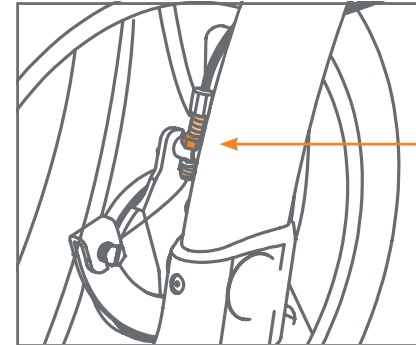

Figura 58: Ajuste del freno mediante el anillo de bloqueo (oscuro naranja) y el tornillo de ajuste.
- Afloja el anillo de bloqueo en la parte inferior del cable de freno. Gire el tornillo de ajuste situado inmediatamente arriba para acortar o alargar el cable del freno **(Figura 58)**. Gire a la derecha en el sentido del reloj para más fuerza de frenado, y a la izquierda para menos fuerza de frenado. Así es como se ajusta el freno para que funcione correctamente.